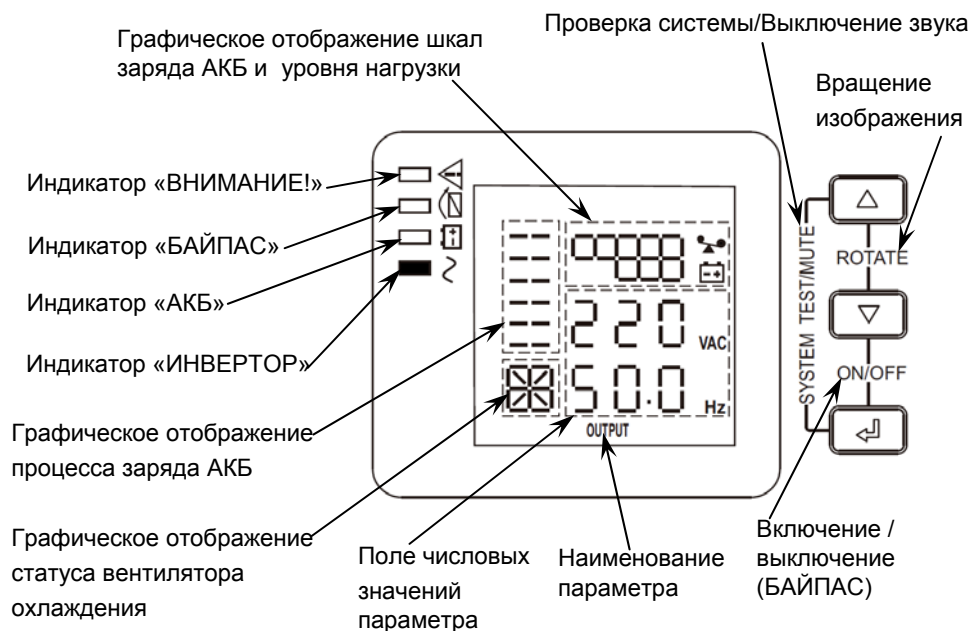

Рисунок 3. Передняя панель изделия при монтаже в горизонтальном положении (на ЖК-дисплее отображены выходные параметры изделия (параметр OUTPUT))
На ЖК—дисплее отображаются значения основных параметров изделия (см. рисунок 3).
-  При наличии напряжения питающей сети в пределах допустимого диапазона (см. п.1...п.3 таблицы 1) изделие питает нагрузки и осуществляет заряд АКБ. На ЖК-дисплее отображается величина выходного напряжения и значение его частоты (см. рисунок 3).